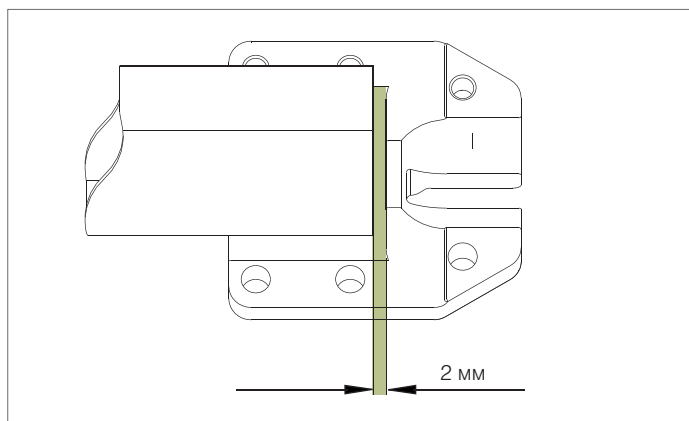

Рис. 39. Проверка перемещения вала в осевом направлении не более чем на 2 мм
13. Проверьте, чтобы осевой люфт был не более 2 мм, см. рис. 39. При необходимости, отрегулируйте осевой люфт, передвинув муфты на конце вала.